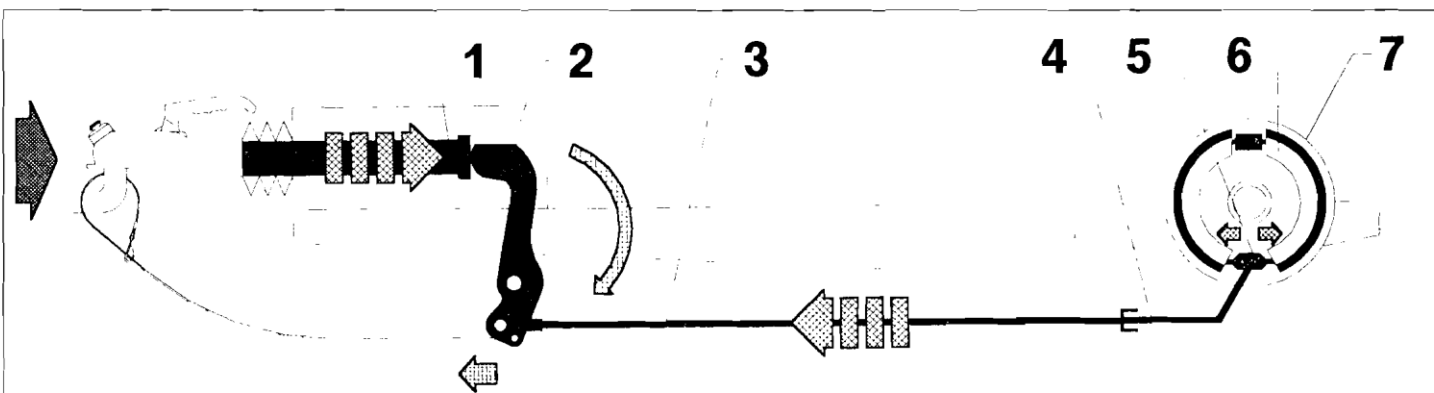

Bild 1
Når det trækkende køretøj bremser hhv. kører ned ad bakke, trykkes stangen (fig. 1/pos. 1) i palobsindretningen indefter alt efter påhængsvægten og trykker på vippearmen (fig. 1/pos. 2) - vippearmen trækker via bremsestangen (fig. 1/pos. 3) i bowdenkablet (fig. 1/pos. 4) og dermed i spredanordningen (fig. 1/pos. 5). Derved trykkes bremsebakkerne (fig. 1/pos. 6) fra hinanden - påhængsvognen bremser.
Når det trækkende køretøj bakker, trykkes palobsindretningens trykstang i bund - via vippearmen, bremsestangen, bowdenkablerne og spredanordningen presses bremsebakkerne ud mod bremsetromlen (fig. 1/pos. 7) - når bremsetromlen drejes baglæns, tages den medløbende bakke med. Dermed drejes kompensationsarmen bagud og udligner hele aktiveringsbevægelsen. Derved ophæves bremsevirkningen næsten helt, og vogntoget kører baglæns.